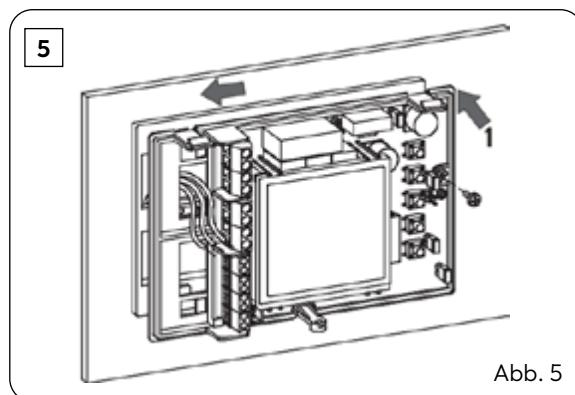

Abb. 5
- 5** Befestigen Sie die den Raumthermostat auf der Wandhalterung (Abb. 5). Sichern Sie diesen mit den beiliegenden Schrauben.